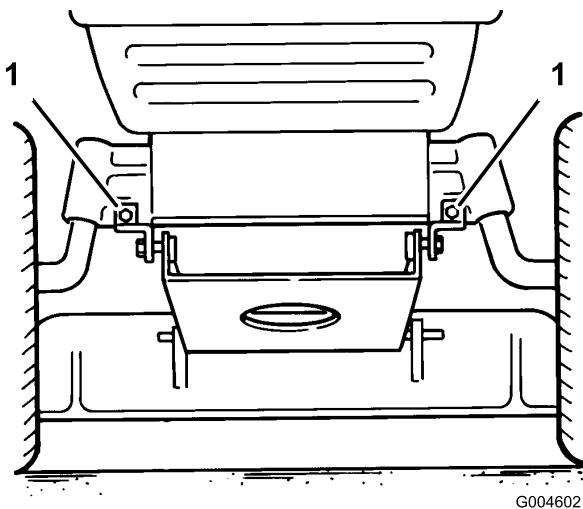

Figura 38
14. Baje los 2 soportes de pivote del cortacésped del eje delantero (Figura 38).
11. Instale los soportes de montaje del cortacésped al eje delantero con pernos y contratuerzas (Figura 38).